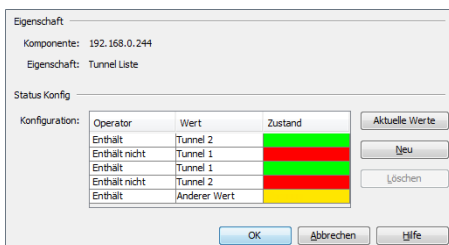

Abb. 30: Statuskonfiguration für TXCare-Tunnel
- ☐ Geben Sie die in (siehe Abbildung 30) angezeigten Werte ein.